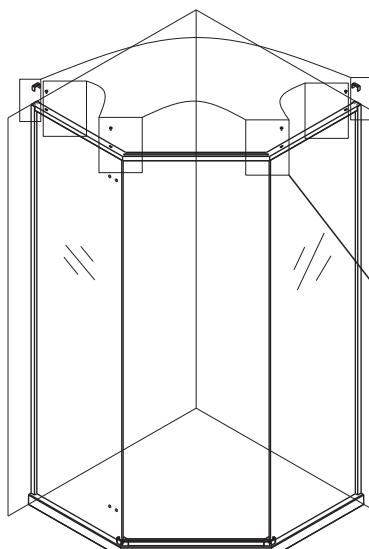

图4
5.随后将三角固定件放入玻璃槽中,然后将拉杆卡入玻璃及型材中,注意拉杆与型材之间要用防脱钢片固定好并锁紧螺丝。再分别用螺丝将拉杆与两块固定玻璃固定。(如图4,4-1,4-2,4-3,4-4所示)。